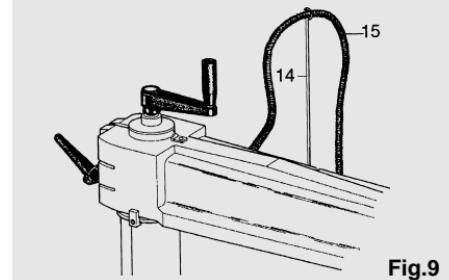

Fig.9
- Die Feder (14) mit den Schrauben befestigen, die im Arm eingeschraubt sind. Das Elektrokabel des Motors wie in Abb. 9 gezeigt durch die Führung (15) ziehen.